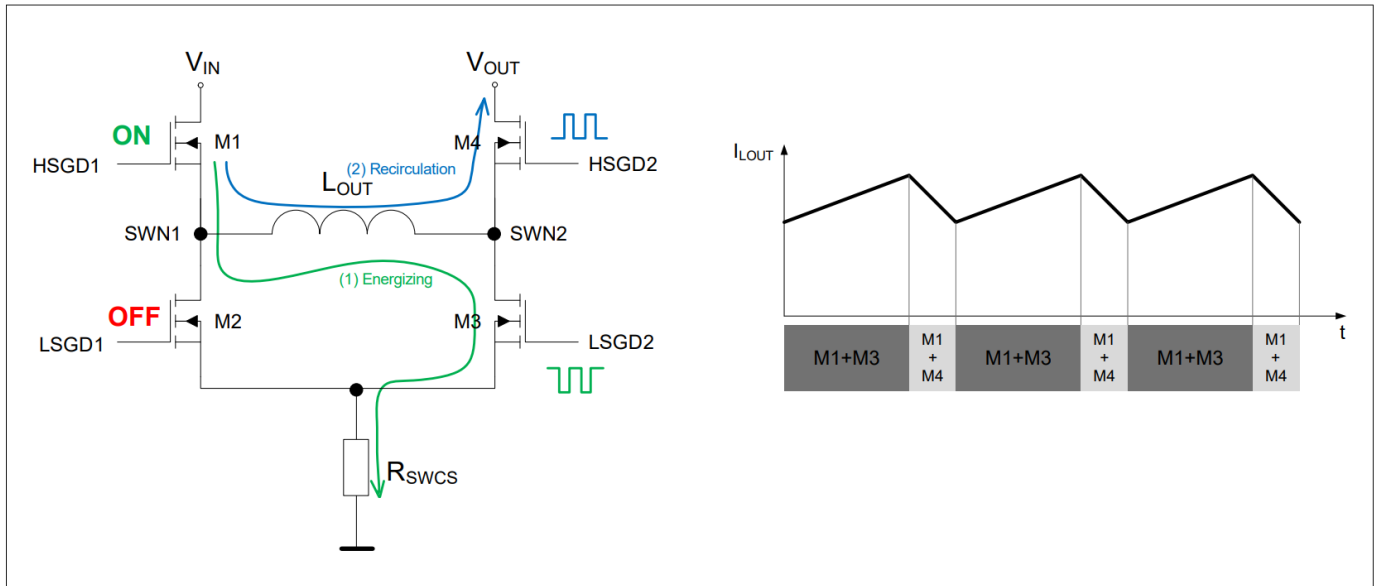

图 12 BOOST 模式下的 4 开关 H 桥架构
- 开关 M3 和 M4 交替工作，其行为类似于典型的同步升压调节器（见图 12）